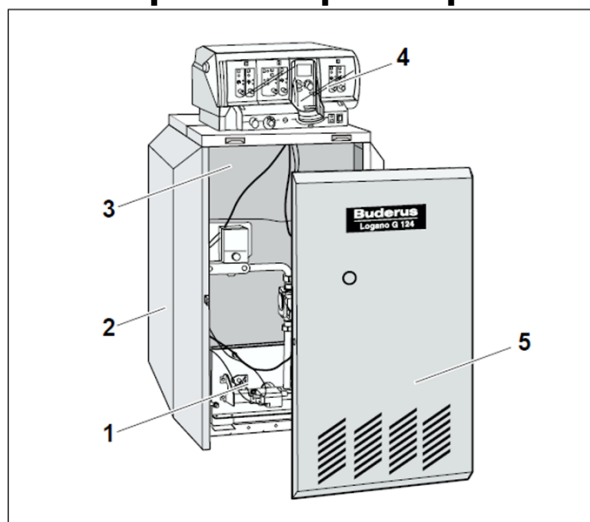

Рис. 1 Специальный газовый отопительный котел Logano G124
- Котловой блок с теплоизоляцией (рис. 1, поз. 3) и газовой горелкой (рис. 1, поз. 1).
- Обшивка (рис. 1, поз. 2) и передняя стенка котла (рис. 1, поз. 5).
- Система управления (рис. 1, поз. 4).